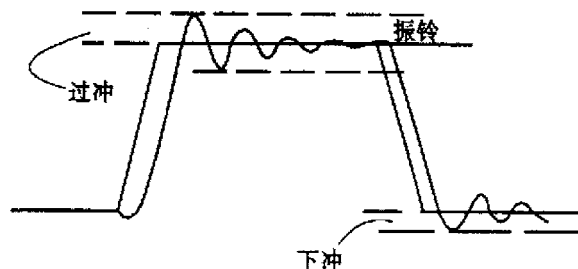

图2 反射引起的振铃现象
(2) 阻抗不匹配:阻抗不匹配可以由驱动源,传输线和负载的阻抗不同引起,也可由传输线的不连续(例如导通孔、短截线)引起,另外由于返回路径上局部电感、电容的变化,返回路径不连续也会导致阻抗不连续。这种阻抗的不匹配,会导致反射和阻尼振荡。反射会引起信号的振铃(Ringing)现象,即在稳态信号上下产生的电压过冲和下冲现象,如图2所示。为了将电压的过冲/下冲限制在合理的范围内(不超出稳态值的10%~15%),应该遵循下面这样一个原则:信号的上升时间要小于信号在印制导线上来回引起的传输时延。即: